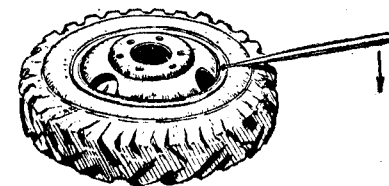

Рис. 32. Снятие бортового кольца
4. В прорезку на конце бортового кольца ввести тонкий конец прямой лопатки (рис. 32) и отжать его из замочной канавки обода.